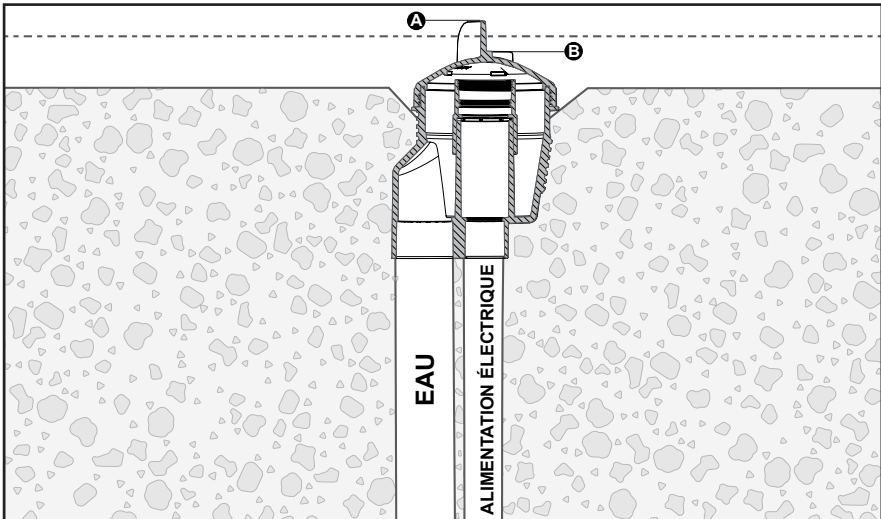

Figure 4. Niveau d'installation du boîtier du barboteur.
5. Avec le grand capuchon de construction en place, installer le boîtier du barboteur sur le tuyau de sorte que la surface finie souhaitée soit au-dessus de l'indicateur inférieur (B) et sous le haut du capuchon (A). Voir la figure 4.